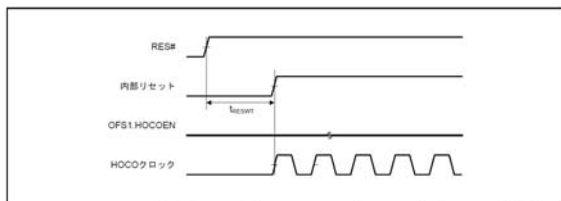

図 35.24 HOCO クロック発振開始タイミング (OFS1.HOCOEN ビット “0” 設定時のリセット解除後)
- Page1079 「図 35.24 HOCO クロック発振開始タイミング (OFS1.HOCOEN ビット “0” 設定時のリセット解除後)」を追加します。